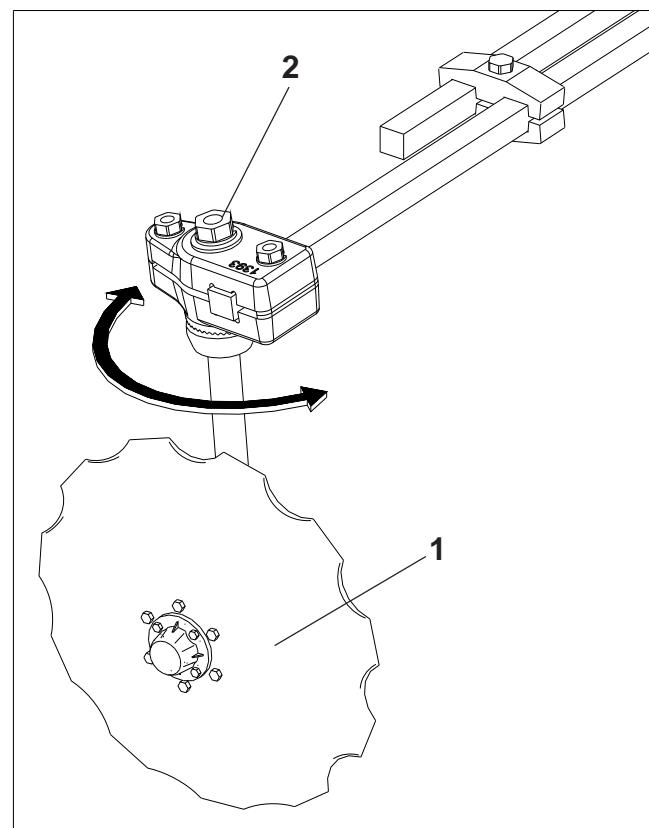

Figura 35
REGULAGEM DO DISCO DO MARCADOR DE LINHA (FIGURA 35)
8 - O disco marcador de linha (1) possui regulagem angular para facilitar o trabalho de marcação no solo. Para esta regulagem, solte a porca (2) e gire o disco para a posição desejada. **Figura 35.**